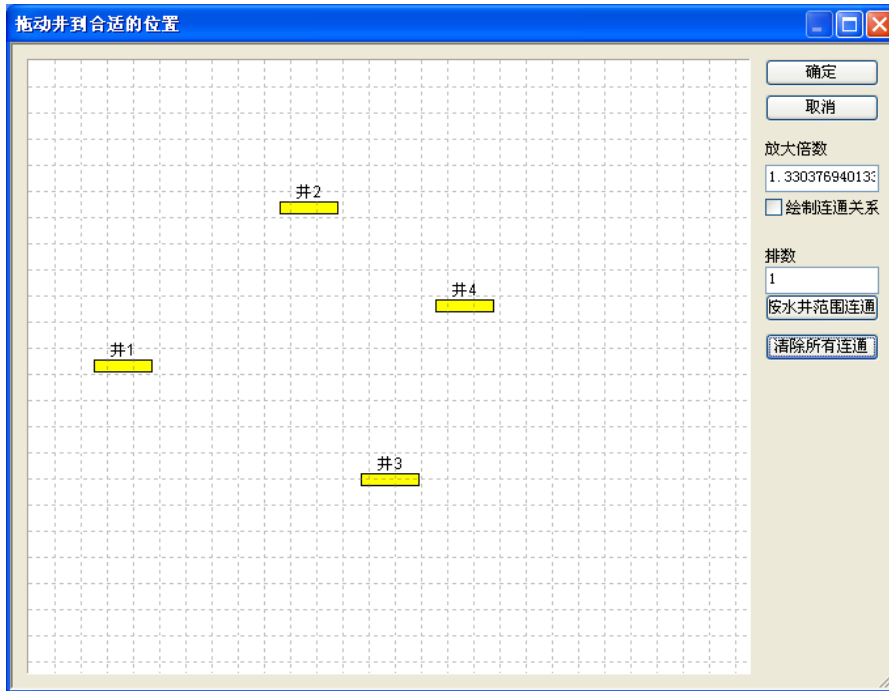
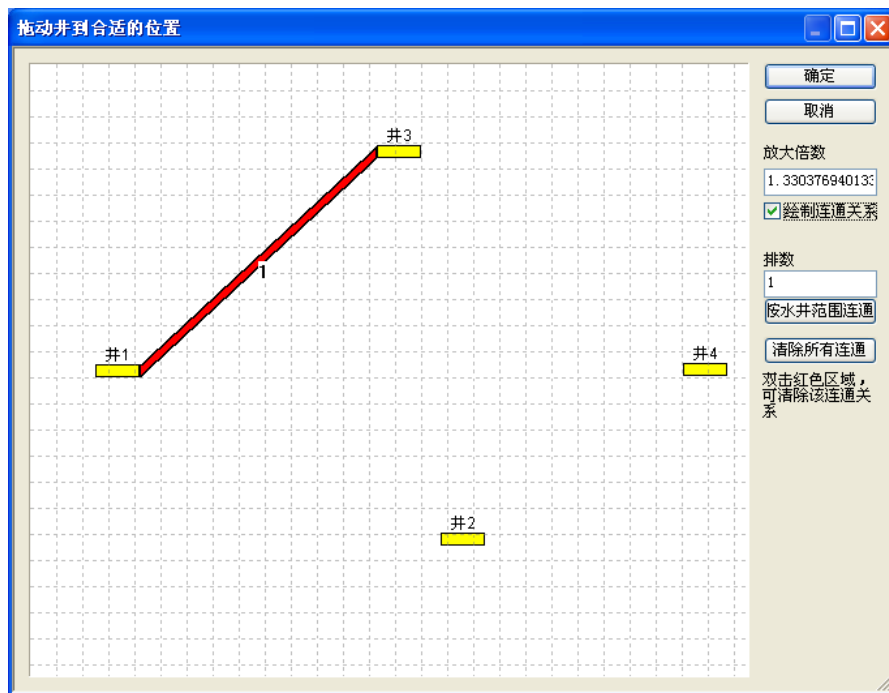

图 97
图 98
d. 单击选中 绘制、清除连通 前的选项，绘制连通关系。单击左键选择第一口井如图 97（看右下角的提示信息），再单击左键选择第二口井（如图 98）